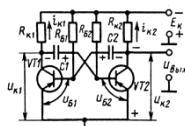

Рис.1.4
4. Показать по схеме мультивибратора с КБ связями (рис.1.4) путь прохождения тока при открытом состоянии транзистора VT2.